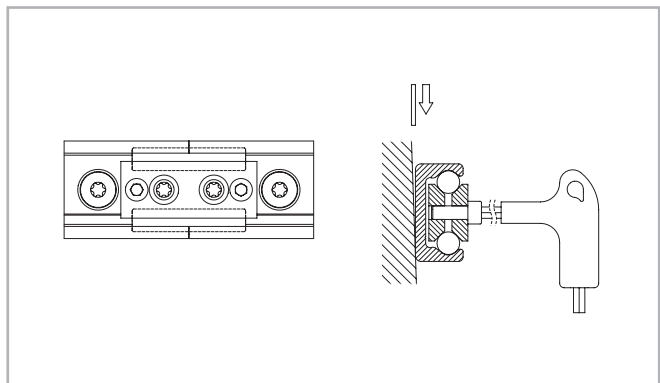

Fig. 171
- (3) Placez le dispositif d'alignement au niveau de l'aboutement du rail et serrez régulièrement les deux vis de réglage, jusqu'à ce que les pistes de roulement soient alignées (voir fig. 171).
- (4) Après l'étape (3), il faut vérifier si les deux dos des rails sont bien à plat sur la surface de montage. Si un jeu est présent, il est nécessaire de le combler à l'aide par exemple de cales pelables.